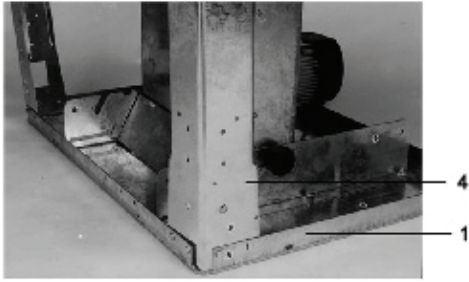

Abb. 4
- Nehmen Sie vier M6x16 Sechskantschrauben, vier M6 Unterlegscheiben und vier M6 Muttern, um Teil 4 auf Hauptteil 1 zu montieren. Die Schrauben dürfen nicht zu fest gezogen werden (siehe Abb. 4).